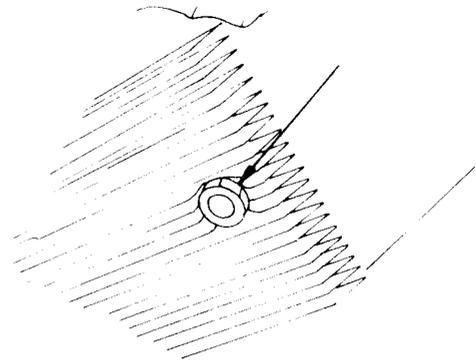

Bild 70
- Aus der Unterseite der Ölwanne den Ablasstopfen (Bild 70) herausdrehen und das Öl in einen untergestellten Behälter laufen lassen.